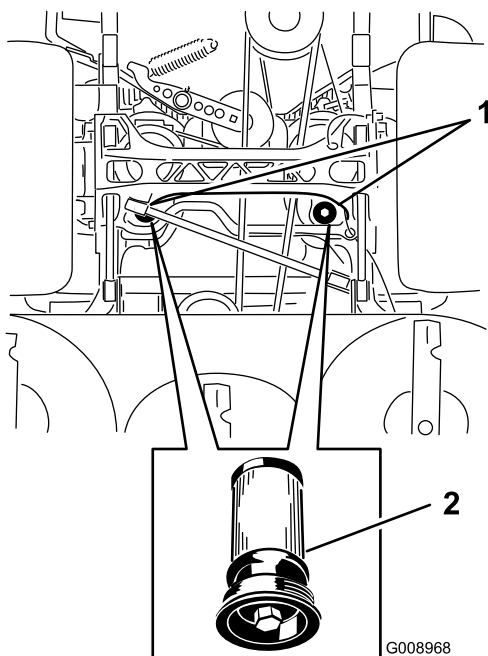

Figura 91
5. Collocate una bacinella di spurgo sotto il filtro, toglie il filtro usato e pulite la superficie (Figura 91).
6. Spalmate un velo di olio idraulico sulla guarnizione di gomma del filtro di ricambio (Figura 91).